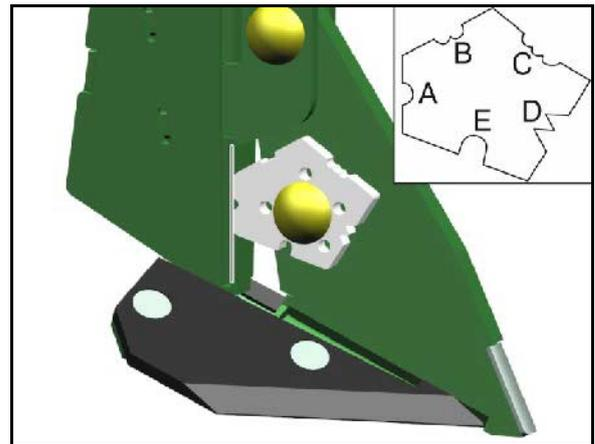

Fig. 94
**¡Peligro de aplastamiento al abrir y cerrar la tapa de la esclusa del inyector (Fig. 94/1)!**
**Toque la tapa de la esclusa del inyector sólo por la unión (Fig. 94/2) puesto que en caso contrario existe peligro de lesiones al cerrar la tapa accionada por resorte (Fig. 94/1).**
**¡No toque nunca con la mano entre la tapa de la esclusa del inyector (Fig. 94/1) y la esclusa del inyector**
10. Cierre la tapa de las esclusas del inyector (Fig. 94/1) con especial precaución (Peligro de aplastamiento!)
12. Abra la tapa de esclusa del inyector (Fig. 94/1).